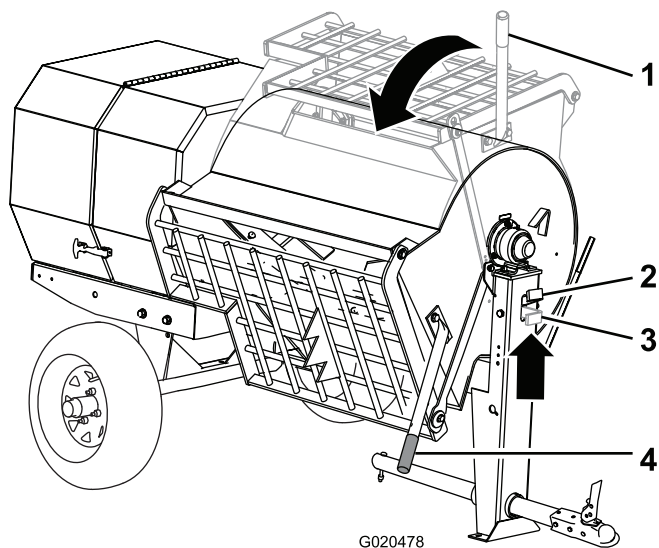

Figure 34
2. Saisissez la poignée de vidage de la main gauche (Figure 34).
3. Levez la poignée du verrou de la cuve (Figure 34).
4. Placez les deux mains sur la poignée de la cuve et tournez-la dans le sens antihoraire pour décharger le contenu de la cuve (Figure 34).
5. Tournez la poignée de vidage **dans le sens horaire** jusqu'à ce que le verrou de la cuve bloque celle-ci en position redressée (Figure 34).